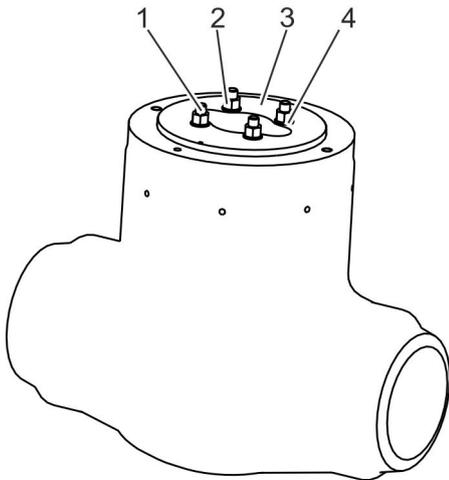

Abb. 14: Spanndeckel verschrauben
- 28.** ▶ Spanndeckel (Abb. 14/3) mit Scheiben und Muttern (Abb. 14/2) auf den Stiftschrauben (Abb. 14/1) des Verschlussdeckels locker verschrauben.